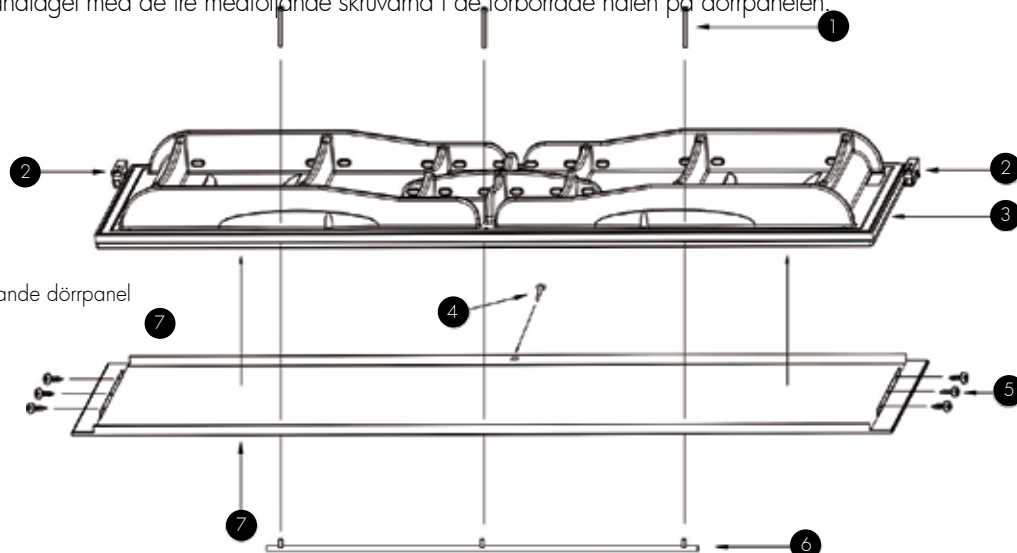

Fig 4
1. Gångjärn. Skruva ut gångjärnsskruvarna, upptill och nedtill (punkt 2 i fig. 4). Montera sedan gångjärnen på dörren. Observera att höger och vänster gångjärn inte ser likadana ut!